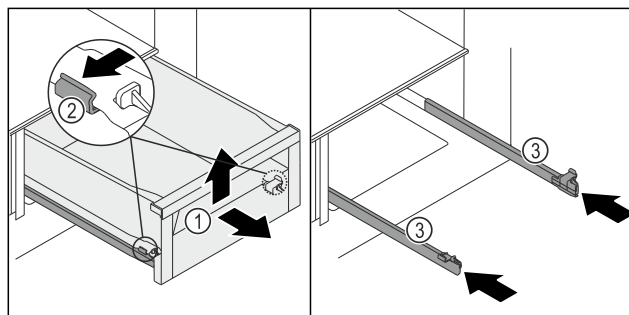

Fig. 152
- ▶ A fiókot Fig. 152 (1) ütközésig húzza ki.
- ▶ Egyszerre nyomja kissé kifelé a bal és a jobb oldali kapcsokat Fig. 152 (2) a síneken.
- ▶ A fiókot Fig. 152 (1) kilazul a sínekből.
- ▶ A fiókot Fig. 152 (1) elől emelje meg.
- ▶ A fiókot Fig. 152 (1) előre felé távolítsa el.
- ▶ Tolja be a síneket Fig. 152 (3).